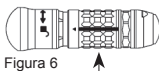

Figura 6
3. Impugnare saldamente in una mano il manipoles e usando l'altra mano premere e ruotare la guaina di rilascio dell'accessorio fino a quando la freccia non sia allineata con il simbolo aperto (Figura 6).